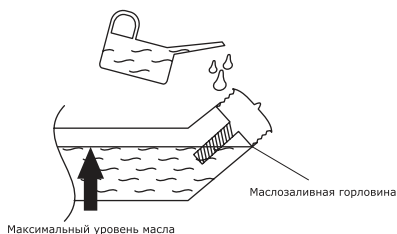

Рис. 8
- Отверните и извлеките масляный щуп. Проверьте уровень масла. Медленно долейте масло до нужного уровня по меткам на щупе или краю маслозаливной горловины (рис. 8).